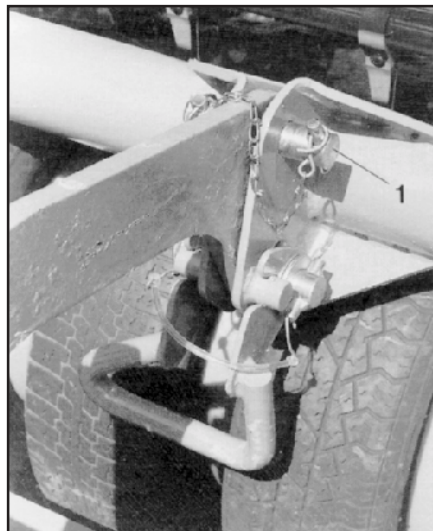
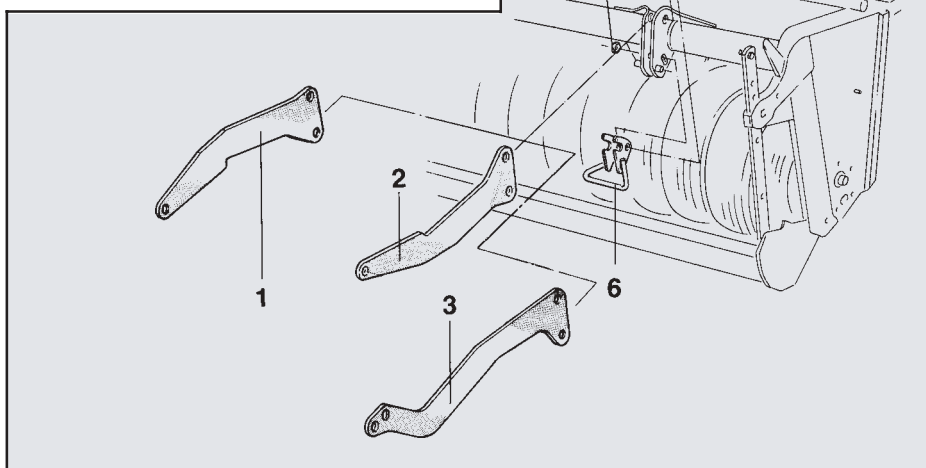
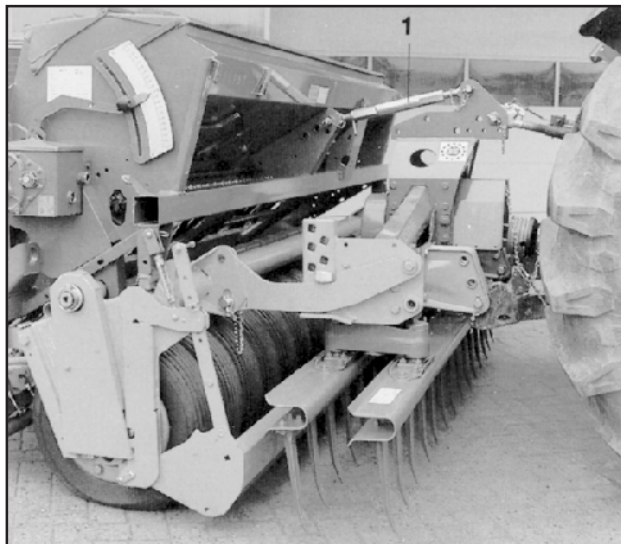
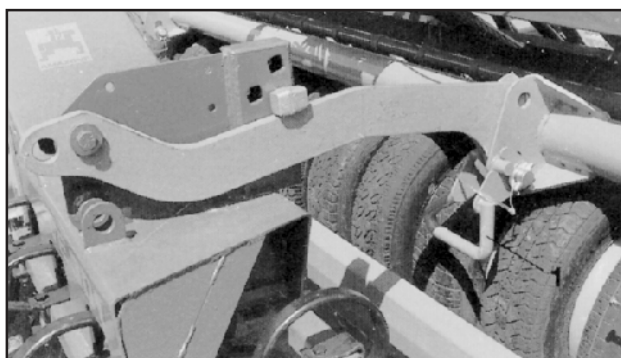

Рис. 13
Рис. 12
Рис. 27
Рис. 28
- 2 консолями наметить место трех нижних точек шинного почвоуплотнителя (Рис. 12).
1. Рисунок 12/1 для ротационного культиватора KG, ротационных борон KE и KE-SPECIAL
2. Рисунок 12/2 для виброборон RE-1, RE-Vario и RE-Duo
3. Рисунок 12/3 для передней бороны VE.
- Каждую консоль необходимо отметить на шинном почвоуплотнителе **соответственно 2 болтами** (Рис. 12/4) (см. также Рис. 13). Оба верхних болта необходимы для езды без прицепа без рядовой сеялки и для сцепки агрегатной рядовой сеялки.
1. На нижние болты необходимо надвинуть соответственно 2 диска (Рис. 12/5), которые помешают тому, что болты могут выскользнуть через удлиненное отверстие трех точек.
2. Вместе с левым нижним болтом необходимо установить рычаг тормозного механизма (Рис. 12/6) (см. также Рис. 13). В сочетании с рычагом тормозного механизма не потребуются диски, приведенные в п. 1, (Рис. 12/5). Они однако безусловно необходимы, когда рычаг тормозного механизма будет разобран, например, для езды без прицепа без рядовой сеялки.
Оба верхние консольные болты (Рис. 13/1) на шинном почвоуплотнителе после сцепки рядовой сеялки **снять**, чтобы рычаг тормозного механизма (Рис. 28/1) мог действовать, а агрегатная рядовая сеялка-шинный почвоуплотнитель мог свободно двигаться в параллелограммной подвеске. Верхний приводной рычаг (Рис. 27/1) прежде переставить так далеко, чтобы можно было легко удалить оба консольные болты.
- Длину верхнего приводного рычага (Рис. 27/1) установить таким образом, чтобы задняя стенка рядовой сеялки стояла почти вертикально в области А (Рис. 27).